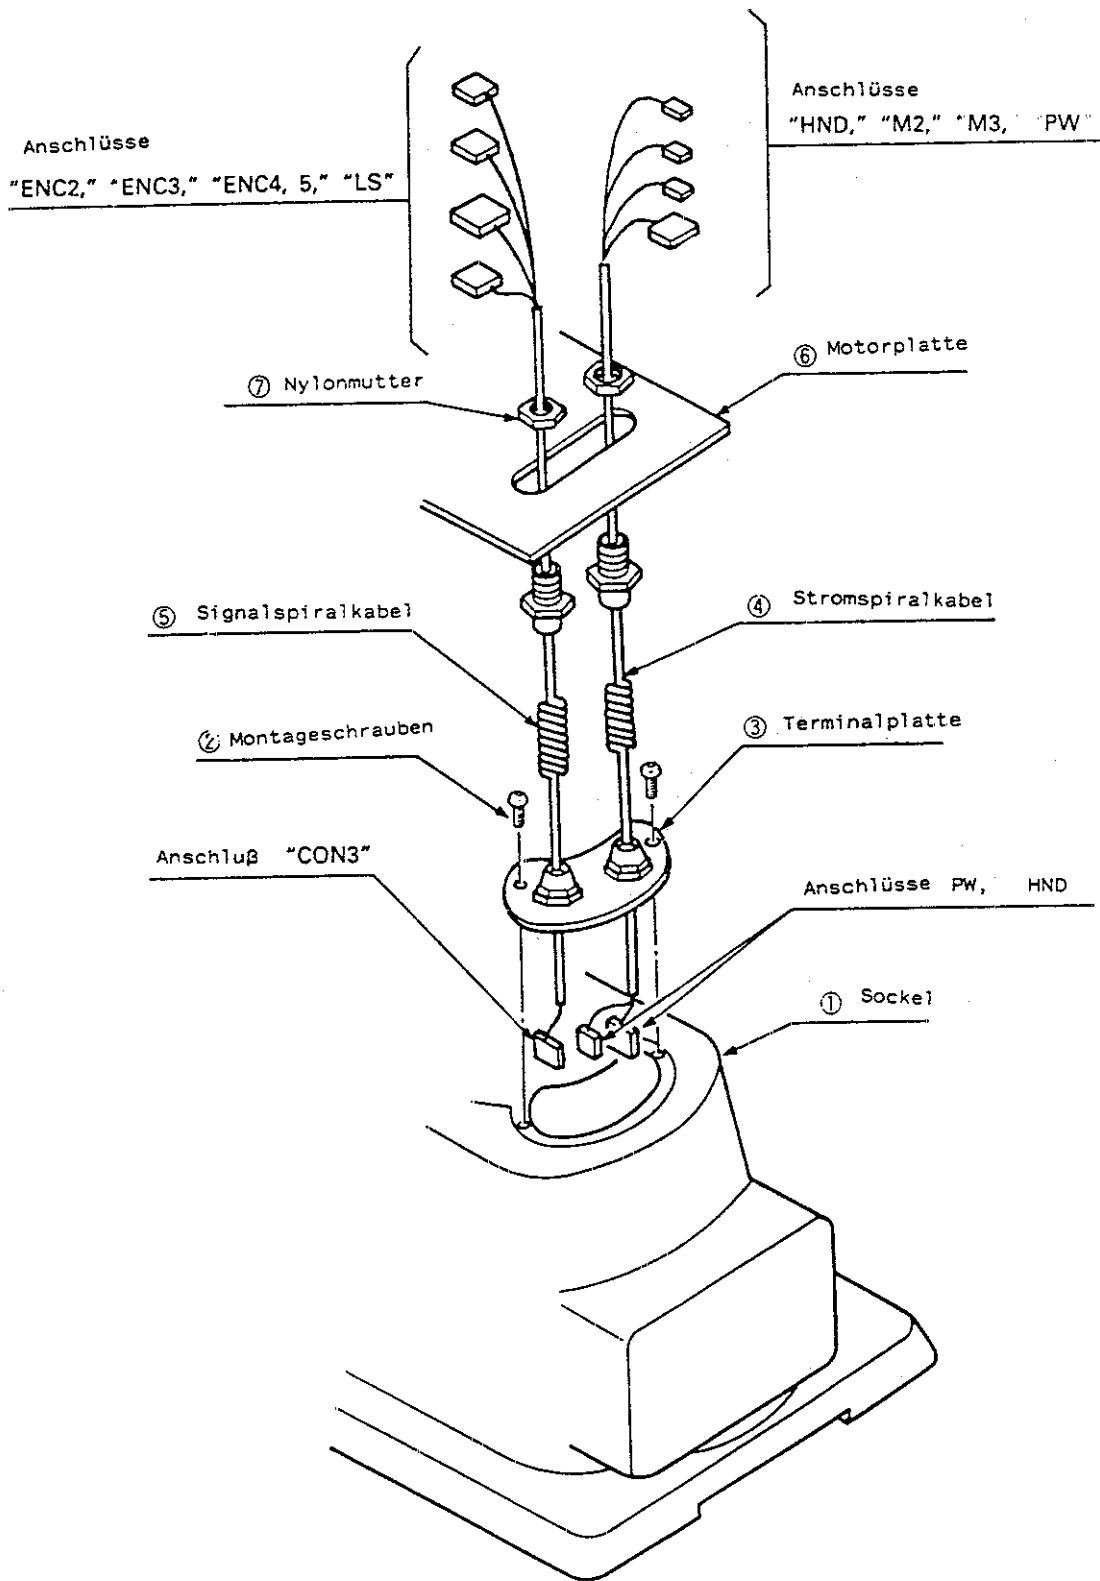

Abbildung 4.3.13 Austausch der Spiralkabel
- (1) Vergewissern Sie sich, daß der Netzschalter der Drive Unit ausgeschaltet ist.
- (2) Entfernen Sie die seitlichen Abdeckungen des Sockels und die untere Schulterabdeckung entsprechend Abschnitt 3.4.
- (3) Lösen Sie die drei Verbindungen PW, HND und CON3 im Sockel (1) (s. Abb. 4.3.13).
- (4) Lösen Sie die acht Verbindungen PW, HND, M2, M3, ENC2, ENC 3, ENC4,5, und LS im Schultergehäuse.
- (5) Entfernen Sie die beiden Montageschrauben (2) und ziehen Sie die Anschlußplatte (3) zusammen mit den Spiralkabeln (4) (5) vom Sockel ab.
- (6) Entfernen Sie die Kabelhalterungen (7).
- (7) Lösen Sie die Spiralkabel (4) und (5) von der Anschlußplatte.
- (8) Die neuen Kabel werden in umgekehrter Reihenfolge montiert.